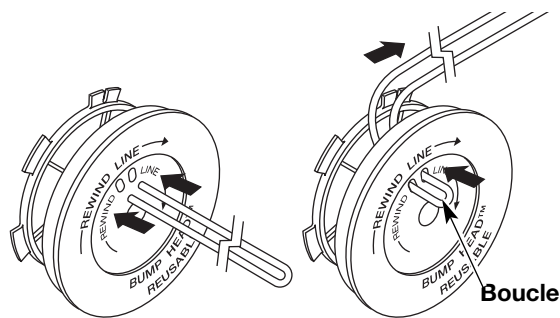

Fig. 17
6. Tome aproximadamente 5 m (16 pies) de nueva línea de corte, enlázela en dos longitudes iguales. Inserte cada extremo de la línea a través de uno de los dos orificios del carrete interior (Fig. 17). Pase la línea a través del carrete interior de modo que el lazo sea lo más pequeño posible.